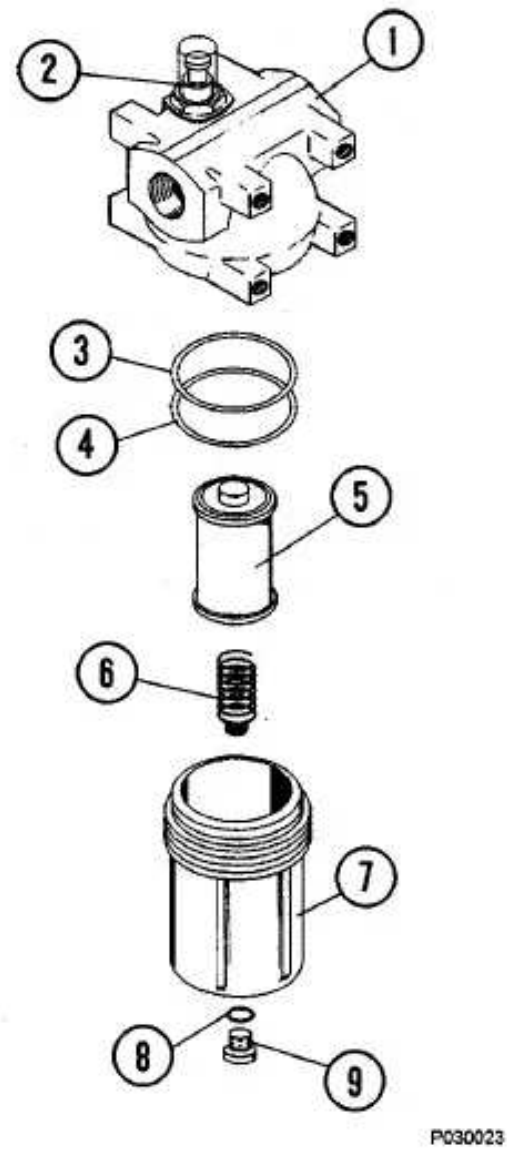

FIGURA 42-4. CONJUNTO DE FILTRO
El elemento de filtro (5, Figura 42-4) se debe cambiar si el indicador de derivación (2) muestra una restricción excesiva del elemento.